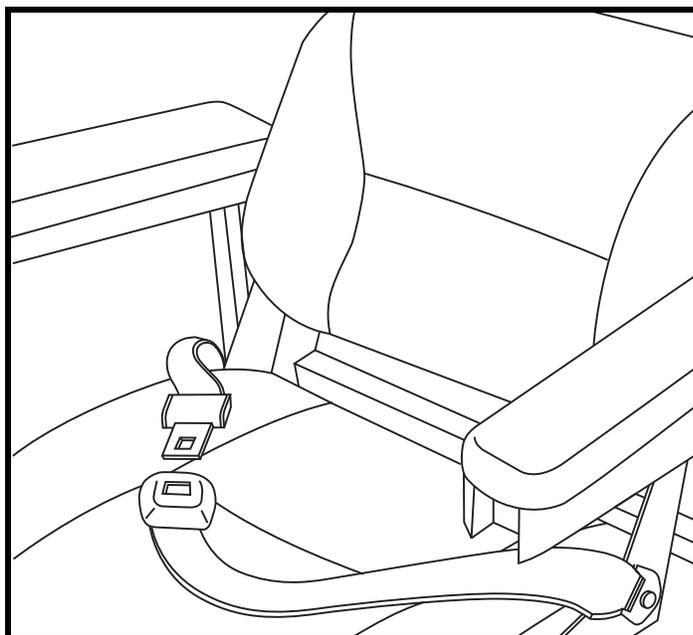

Figure 17. Ceinture de positionnement
**Voir la figure 17.** La ceinture de positionnement, réglable, a été conçue pour soutenir et empêcher tout glissement vers le bas ou vers l'avant une fois assis. La ceinture de positionnement n'a pas été conçue pour être utilisée comme ceinture de sécurité.
1. Prenez place sur le siège, insérez la patte métallique d'un côté dans le boîtier de la boucle du côté opposé jusqu'à ce que le «clic» se fasse entendre. **Voir la figure 17.**